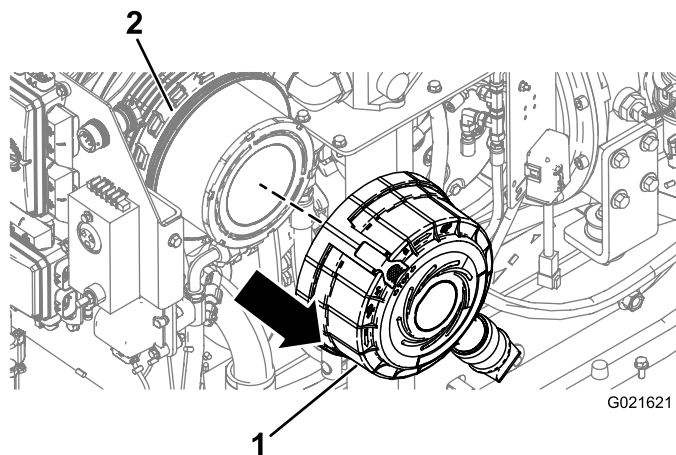

Figura 118
7. Separe la tapa del limpiador de aire de la carcasa del filtro y retire la tapa (Figura 118).
- Alinee la tapa del filtro del limpiador de aire con la carcasa del filtro (Figura 118).